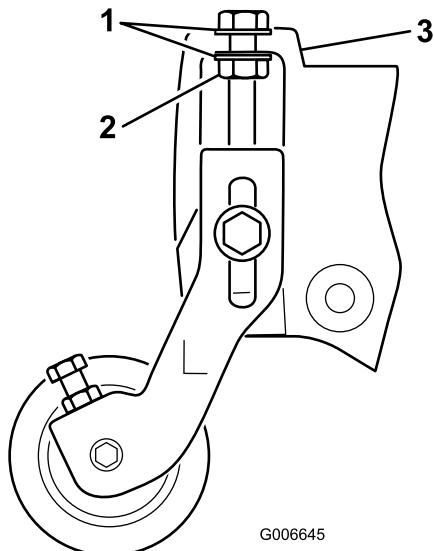

図4
**注** 刈高調整ボルトのワッシャが、フランジの左右に配置されるようにすること 図4。
10. ワッシャがサイドプレートのフランジに接触するまで刈高調整ボルトを締め付け、そこから、ナットを 1/2 回転だけ戻す 図4。